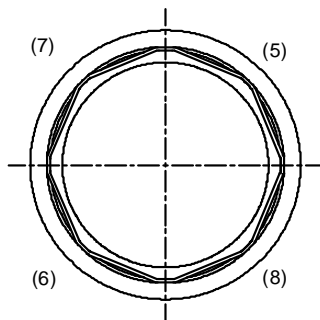

FIGURA 2
b. Parta la diferencia entre estos (4) puntos y empuje el anillo "O" dentro de la ranura como se muestra en la Figura 2.